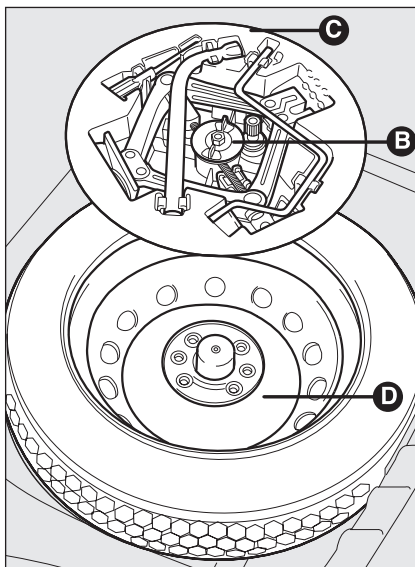

Abb. 4
- ☐ Die Arretierung **B-Abb. 4** abschrauben.